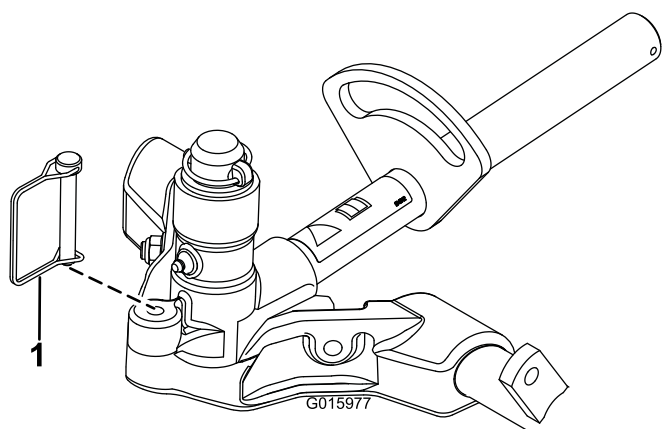

**Figure 16**
9. Enduisez l'arbre du bâti porteur de graisse propre (Figure 16).
10. Pour les unités de coupe avant, poussez une unité de coupe sous le bras de levage tout en insérant l'arbre du bâti porteur dans la chape de pivot du bras de levage (Figure 16). Positionnez correctement la rondelle de butée sur l'arbre du bâti porteur.
11. Fixez l'arbre du bâti porteur à la chape du bras de levage avec la goupille Klik (Figure 16).
- B. Insérez la chape du bras de levage sur l'arbre du bâti porteur (Figure 16).